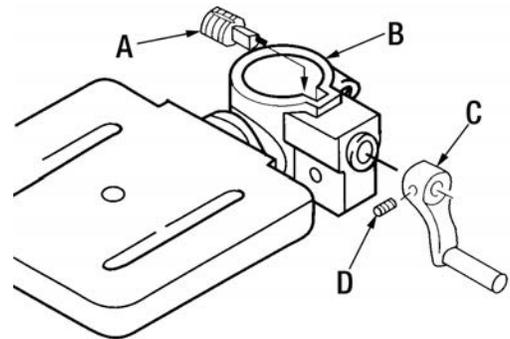

FIGURE 8
6. Trouvez la tige d'élévation sans fin (A) Fig.8 dans le sac des pièces. Insérez la tige d'élévation dans le support de table (B), passez la tige le plus loin possible dans le petit trou du support de table. La poignée d'élévation (C) s'installe sur la tige d'élévation, positionnez la poignée d'élévation le plus près possible du support de table et fixez la poignée à l'aide de la vis sans tête (D), alignez et fixez la vis sans tête contre la partie à plat de la tige d'élévation.